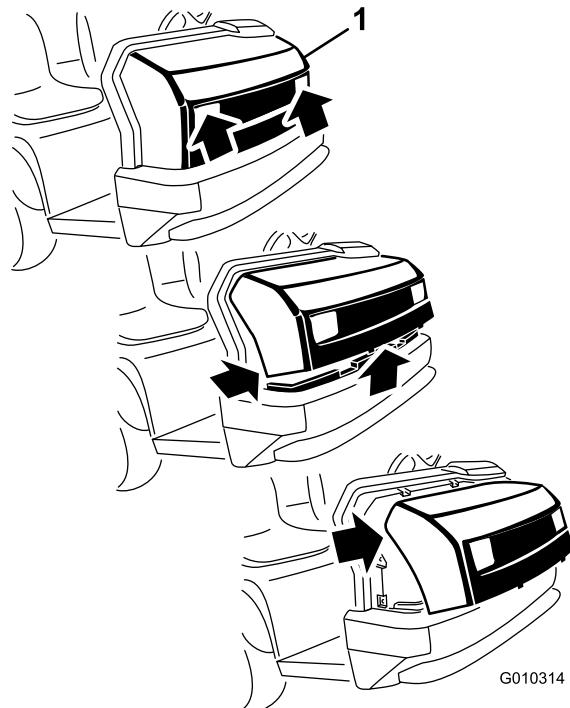

Figura 28
1. Sujete el capó por los orificios de los faros y levántelo para poder liberar las pestañas de montaje inferiores de las ranuras del bastidor (Figura 28).
2. Gire hacia arriba la parte inferior del capó hasta que pueda retirar las pestañas de montaje superiores de las ranuras del chasis (Figura 28).
3. Gire hacia adelante la parte superior del capó y desenchufe los conectores de cables de los faros (Figura 28).
2. Introduzca las pestañas de montaje superiores en las ranuras del bastidor (Figura 28).
3. Introduzca las pestañas de montaje inferiores en las ranuras del bastidor (Figura 28).